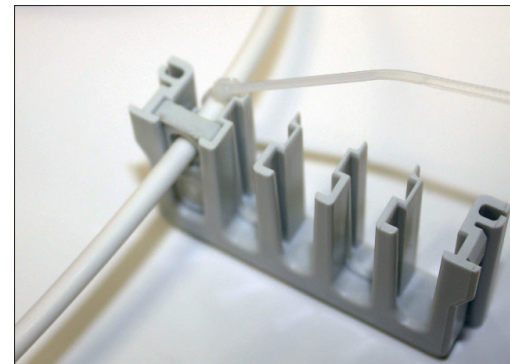

Abb.22
**Tipp:** Beginnen Sie mit der Belegung der Dichtungselemente in der unteren Reihe und füllen diese auf (**siehe Abb.22**). Für den Fall, dass nicht sofort alle 10 Dichtungselemente mit Kabel belegt werden, erleichtert dies die spätere Nachbelegung.